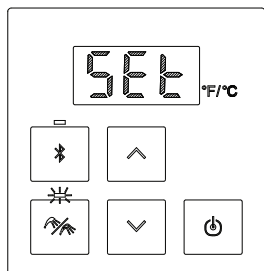

Fig. 1
1. Cuando se conecta la alimentación por primera vez, el visor mostrará, '**SET**' y el indicador de '**Prioridad**' parpadeará (Fig. 1).